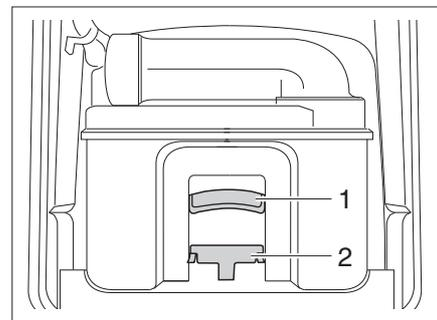

Bild 160 Thetford-Kassette
- Haltebügel (Bild 160,2) nach vorne ziehen um die Toiletten-Kassette zu entriegeln und Kassette am Griff (Bild 160,1) herausziehen.